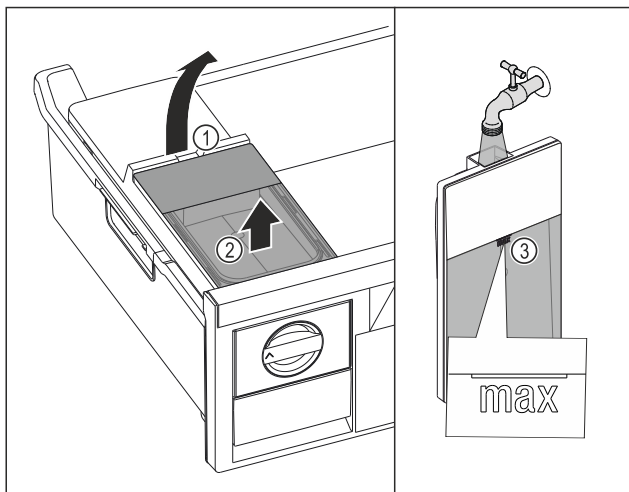

Fig. 42
- ▶ Поднимите бак для воды за выемку Fig. 42 (1).
- ▶ Извлеките бак для воды движением вверх. Fig. 42 (2)
- ▶ Наполните бак для воды питьевой водой до отметки Fig. 42 (3).